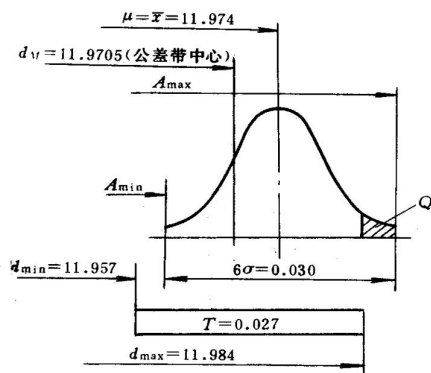

图 4
4、已知  $\bar{x}, \sigma$  , 工件尺寸  $\phi 12 \begin{smallmatrix} -0.016 \\ -0.043 \end{smallmatrix}$  , 分布图如图 4, 废品率为 2.8%。分析工序加工质量（计算工序能力系数, 分析误差性质并给出改进意见）（4 分）。